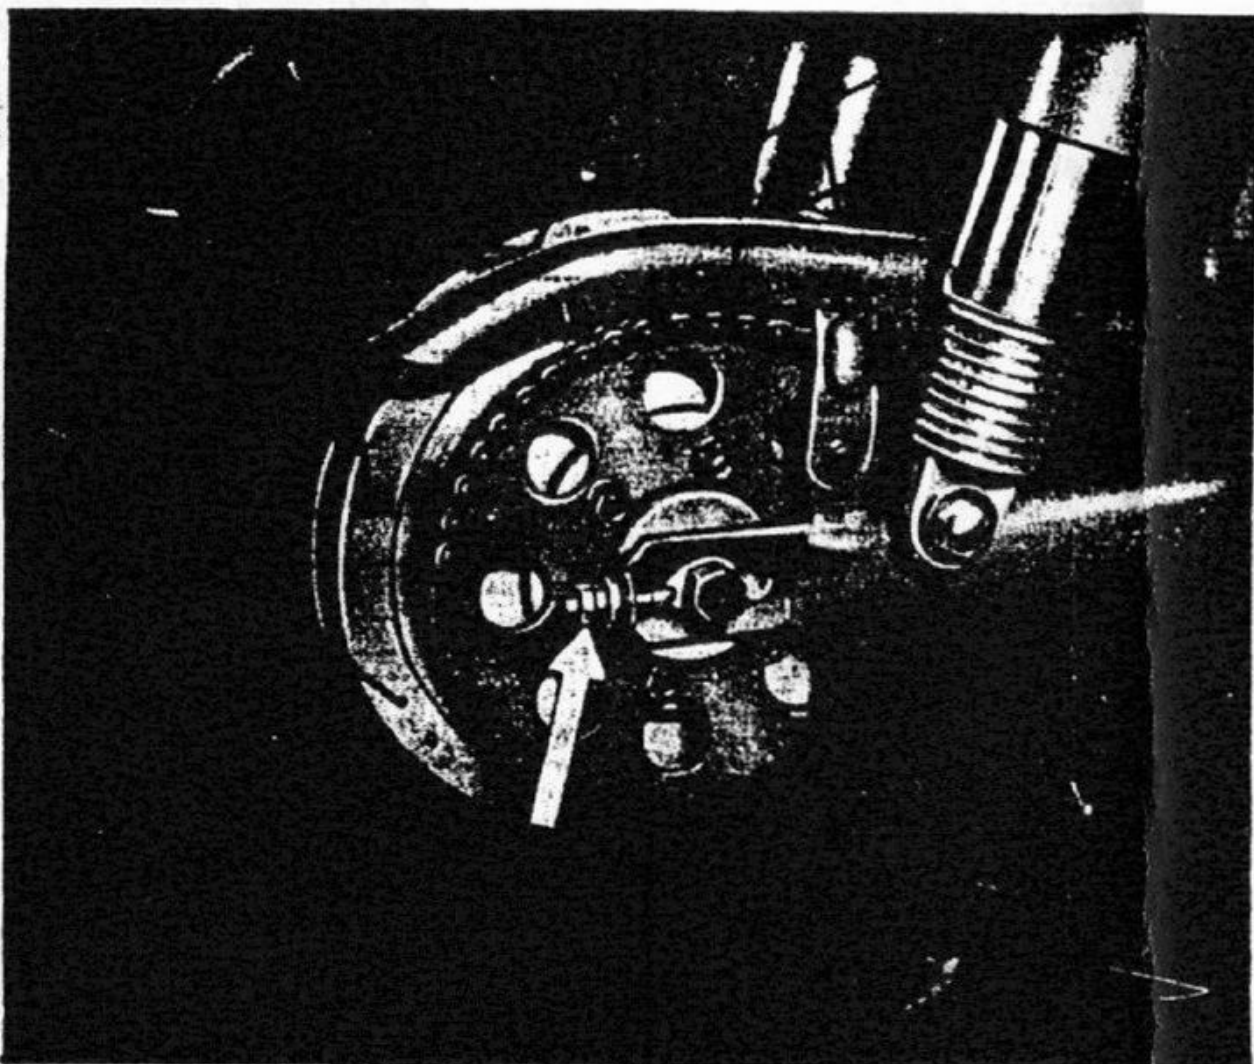

Fig. 9
- Spostare la ruota agendo in ugual misura sui due tendicatena (fig. 9).